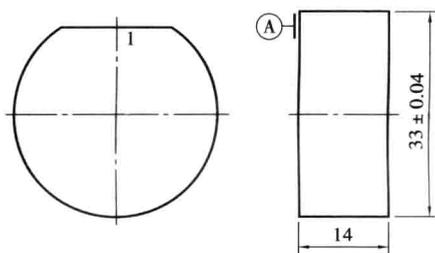

图 1.3 加工 1 面
(3) 加工过程
①根据六角螺母的毛坯料外形尺寸是 36 mm, 由于六角螺母是具有对称性, 先加工面 1, 单边粗锉加工 3 mm, 如图 1.3 所示, 以刀口角尺控制平面度和垂直度, 并且用游标卡尺测量控制尺寸 33 ± 0.04 mm。